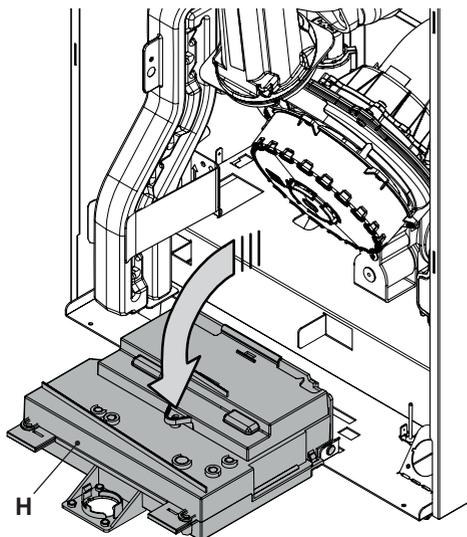

Figura 9.3
- Gire el cuadro de mandos H, como se muestra en la Figura 9.3, para poder acceder libremente a los componentes internos de la caldera.